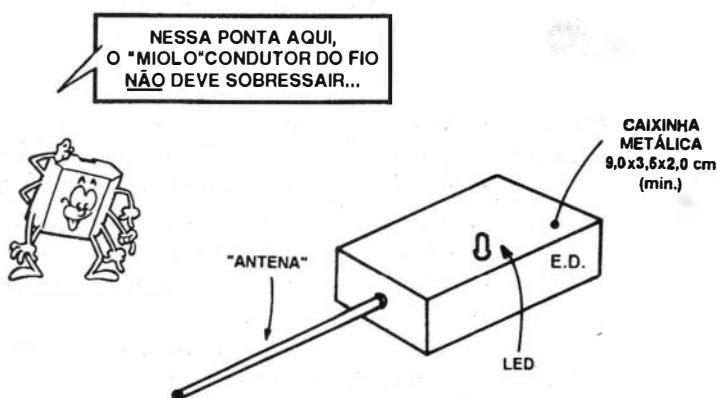

FIG. 6
- **FIG. 6 - “AGASALHANDO” O ELETROSCÓPIO...** - (Os mais sacaninhas entre Vocês pode até aproveitar o título do presente item, e passar a usá-lo em substituição à velha expressão de amor: “enfornando um robalo”...). Convém usar uma caixinha metálica no “abrigamento” do circuito do ED, justamente para evitar outras “penetrações” de campos ou cargas estáticas, que não os intencionalmente captados via “antena” sensora... Se o Leitor/“Aluno” apenas conseguir obter *container* plástico, será possível improvisar sua “metalização” simplesmente revestindo-o, por dentro